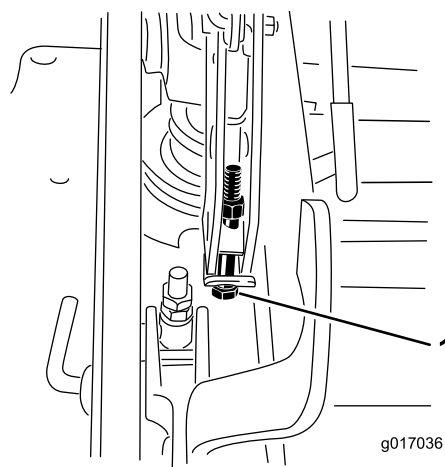

Figura 95
- Se il piatto è troppo basso, serrate il bullone di regolazione da un punto unico ruotandolo in senso orario. Se il piatto è troppo alto, allentate il bullone di regolazione da un punto unico ruotandolo in senso antiorario (Figura 95).